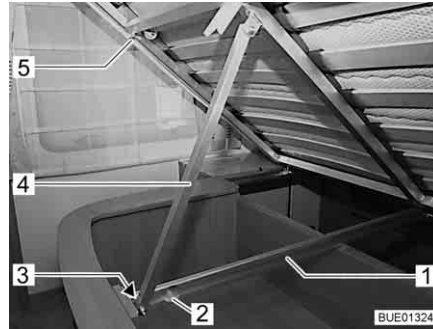

Bild 110 Festes Bett
- Lattenrost (Bild 110,5) anheben und so weit nach oben drücken, bis die Stütze (Bild 110,4) in der Führungsschiene (Bild 110,1) bis ganz ans Ende gefahren ist (Bild 110).
- Lattenrost (Bild 110,5) anheben und Stütze (Bild 110,4) am unteren Ende nach hinten drücken. Dabei darauf achten, dass die Gleitrolle (Bild 110,3) am Ende der Stütze bei der Entnahmeöffnung (Bild 110,2) nicht aus der Führungsschiene (Bild 110,1) springt.